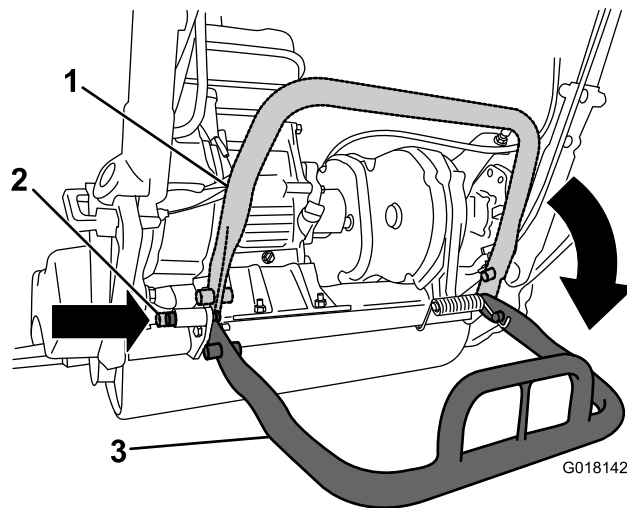

Figura 5
2. Abbassate il cavalletto e premete il perno di bloccaggio per fissare il cavalletto in posizione di SERVIZIO (Figura 5). Appoggiate la macchina sul cavalletto di bloccaggio.